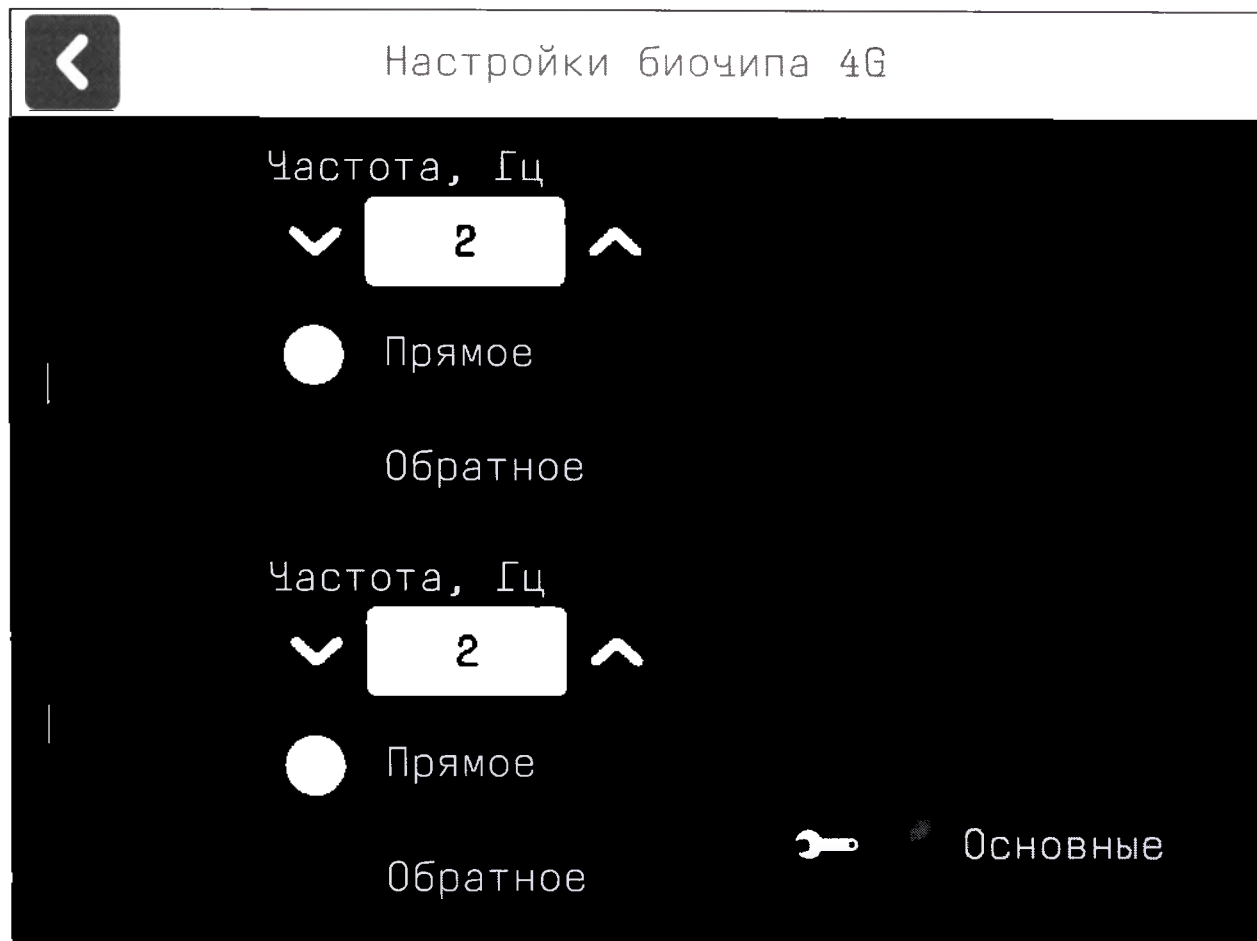

Рис. 17 - Экран настроек биочипа.
- 15) В меню настроек биочипа (рис. 17) выбрать параметры культивирования (частота переключения клапанов и направление перфузии). Параметры культивирования выбирать в соответствии с целями и объектами исследования.